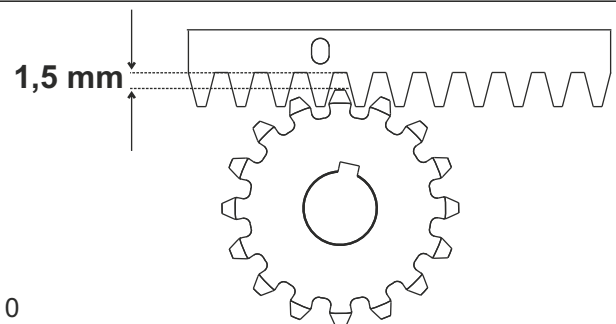

Abb. 10
5.6. Die gesamte Zahnstange muss um 1,5 mm angehoben werden, damit das Ritzel nicht durch das Torgewicht belastet wird (Abb. 10).